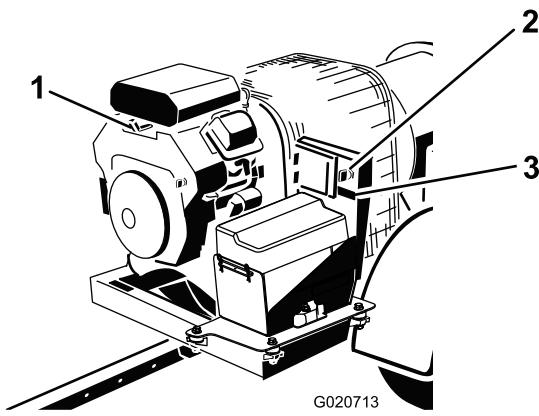

Figura 14
3. Girate la chiave di accensione sulla posizione "START" e rilasciatela rapidamente nella posizione "ON" (Figura 14). In tal modo si attiva il ricevitore.
4. Se lasciate la macchina, girate la chiave in posizione OFF e toglietela dal motore (Figura 14).